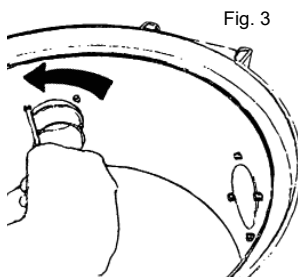

Fig. 3
1. Sbloccare la presa del tubo di aspirazione svitando le quattro viti Torx con un cacciavite T20 Torx o con un comune cacciavite, Fig. 3.